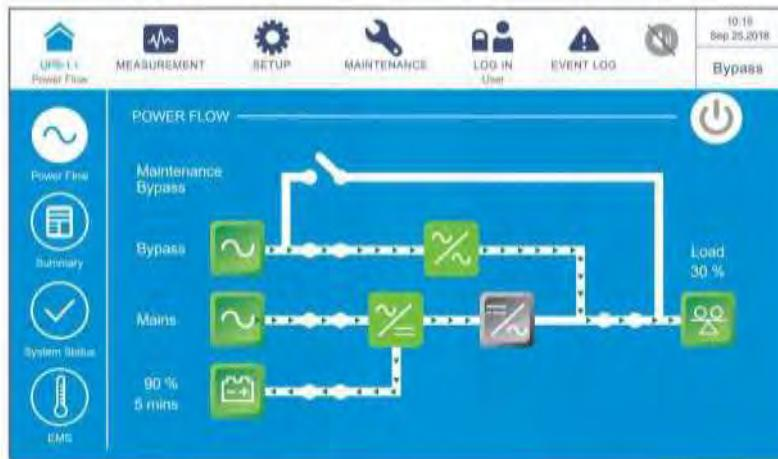

Рисунок 6-64: Экран байпасного режима
- 3 После выбора YES (ДА) ИБП отключит выходы силовых модулей и будет осуществлять подачу питания с байпасного источника переменного тока. Если байпасный источник переменного тока работает ненормально, то существует риск прерывания подачи питания, и подключенные важные нагрузки не будут защищены. В этот момент каждый силовой модуль продолжает заряжать батареи, трехцветный светодиодный индикатор загорается желтым цветом и появляется следующий экран (*Рисунок 6-64*). Расположение трехцветного светодиодного индикатора см. на *Рисунке 2-11*.